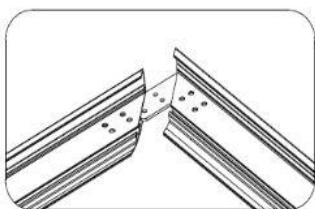

Рис. 4 Figures 4
2. Вставьте соединитель для рамы в алюминиевые комплектующие рамы как показано на картинке 2 и 3. Скрепите комплектующие рамы и соедините их шурупами M5 (рис. 4 и 5) при помощи крестовой отвертки.